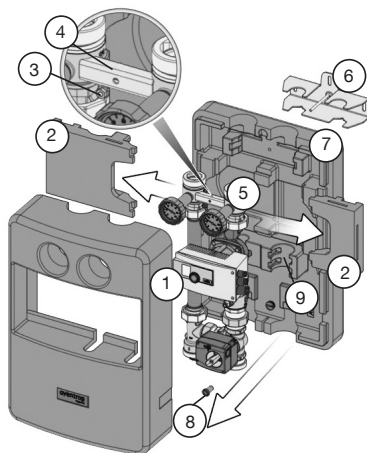

Fig. 4
1. Démontez la partie avant de la coquille d'isolation (1) (fig. 4).
2. Retirez le bloc d'insertion (2) (en deux parties) (fig. 4).
3. Desserrez l'écrou hexagonal (3) à l'aide d'une clé de 10 mm et enlevez la plaque d'arrêt (4) (fig. 4).
4. Sortez le groupe de robinetterie (5) et la fixation murale (6) de la partie arrière de la coquille d'isolation (7) (fig. 4).